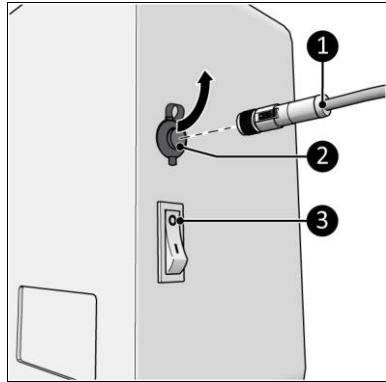

Abbildung 12
1. Stellen Sie sicher, dass sich der EIN/AUS-Schalter in der AUS-Position befindet (Abbildung 12, Pos. 3).
2. Verbinden Sie den Stecker des Temperatursensors (Abbildung 12, Pos. 1) mit dem Sensorstecker (Abbildung 12, Pos. 1).